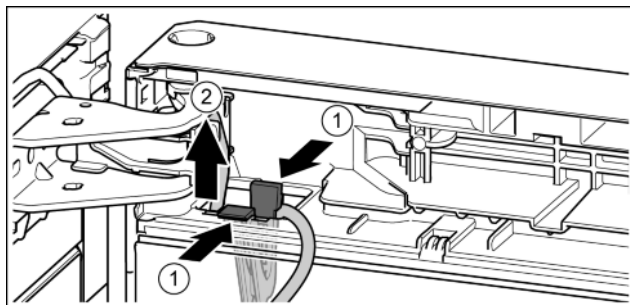

Fig. 25
- ▶ Nyomja meg a fedőlemezt. Fig. 25 (1)
- ▶ A rá rögzített kábellel együtt húzza ki a kábeltartót. Fig. 25 (2)